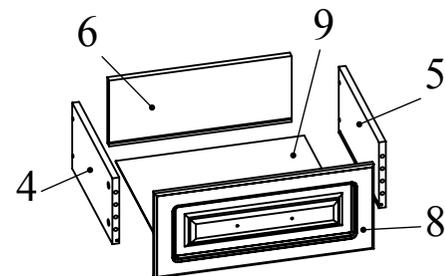

Рис.7
9. Вкрутить шпильки минификсов в соответствующие плоскостные отверстия фасада ящика 8. Вставить головки минификсов в соответствующие плоскостные отверстия боковин ящика 4, 5. Вбить шканты в соответствующие торцевые отверстия боковин ящика 4, 5 (Рис. 7).
10. Скрепить при помощи конфирматов 7x50 боковины ящика 4, 5 и задник ящика 6 (Рис. 7). Вставить в паз дно ящика 9 из ДВП.